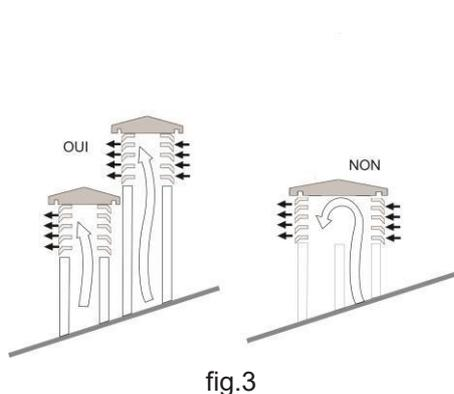

fig.3
- Dans le cas où des conduits d'évacuation avec des sorties parallèles seraient utilisés, il est conseillé de surélever d'un cran le conduit à contrevent (fig.3).